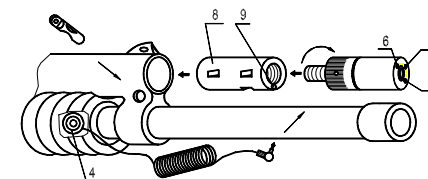

Рис.4. Установка ЛЦУ на помповое ружье «Рысь»
6.3. Установка ЛЦУ на помповое ружье «Рысь» (рис. 4)